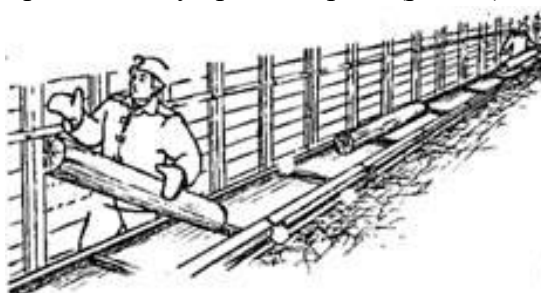

Рисунок 19
55. Вы транспортировали с напарником лесоматериалы скребковым конвейером. Он клал лесины на одном конце конвейера, Вы снимали на другом. При снятии очередной лесины передний конец ее уперся в стойку крепи штрека (рис.19).